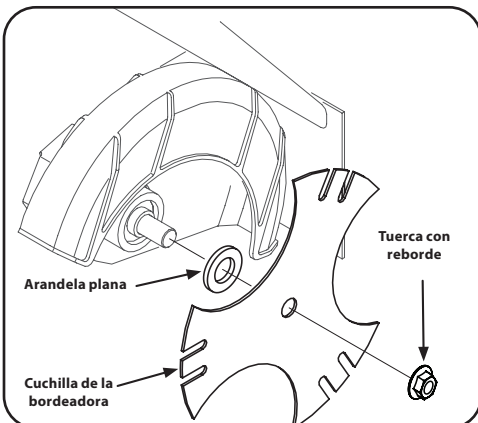

Figura 1
1. Use dos llaves (una para evitar que la cabeza del perno hexagonal gire y la otra para retirar la tuerca con reborde) para sacar la cuchilla de la bordeadora. Consulte la Figura 1.